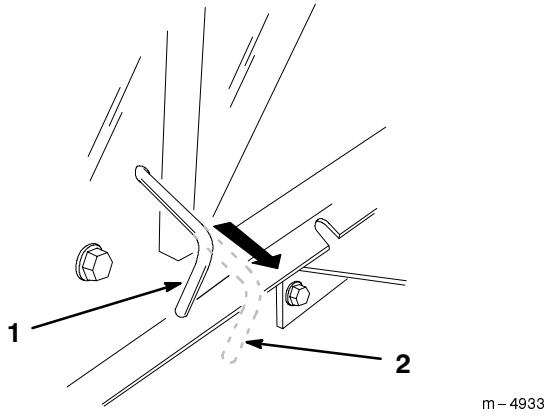

Abbildung 13
3. Die Antriebssteuerstange an der Hinterseite der Maschine auf "Schiebeposition" herausziehen und die Feststellbremse lösen. Dadurch wird das Antriebssystem ausgekuppelt, und die Räder können sich frei drehen (Abb. 13).
1. Die Feststellbremse anziehen und die Antriebssteuerstange auf Betriebsperson stellen. Dadurch wird das Antriebssystem eingekuppelt (Abb. 13).